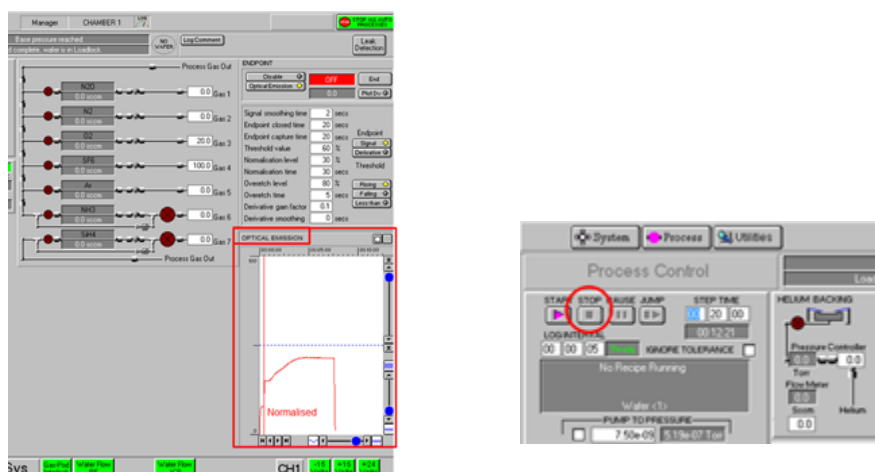

Figure 23 : Page CHAMBER 1
19) Pour la recette de nettoyage, « **06 Adr 100C Clean** » par plasma O_2 et SF_6 à $100^\circ C$, il s'agit d'une gravure des résidus de dépôt dans le réacteur. A ce niveau-là, l'ICPECVD est équipé d'un détecteur optique qui contrôle en temps réel la quantité de fluor consommée lors de la gravure des résidus de dépôts dans le réacteur. En observant sur le synoptique (« Optical émission » de la figure 23), on suit l'intensité du rayonnement plasma à la longueur d'onde du fluor. L'intensité du signal émis par le plasma de nettoyage diminue progressivement pour confirmer la propreté du réacteur.
Cela correspond au niveau de la courbe de suivi à un palier horizontal nécessaire pendant une minute, puis arrêter la recette de nettoyage en cliquant sur « **STOP** » (Figure 23).